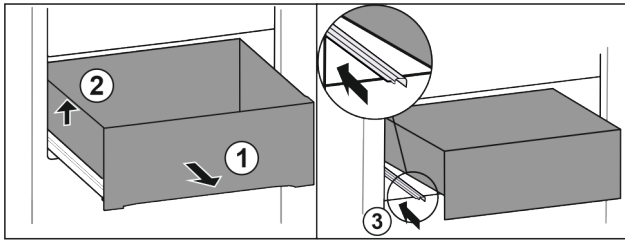

Fig. 82
- ▶ Вытяните выдвижной ящик до упора. Fig. 82 (1)
- ▶ Приподнимите выдвижной ящик слева. Fig. 82 (2)
- ▶ Вставьте левую направляющую. Fig. 82 (3)